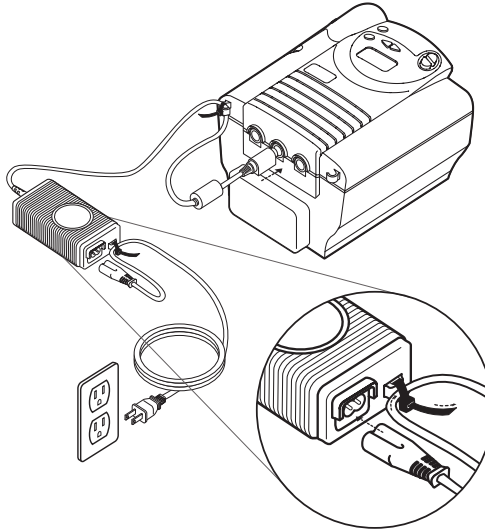

Figura 5-7 Conexão a uma fonte de alimentação de corrente alternada (CA)
3. Deixando uma pequena folga no cabo, ligue o cabo do outro lado da fonte de alimentação a uma das entradas de corrente no dispositivo, tal como indicado na Figura 5-7. O cabo tem um conector com mecanismo de bloqueio. Para que o cabo seja encaixado corretamente, você deve: